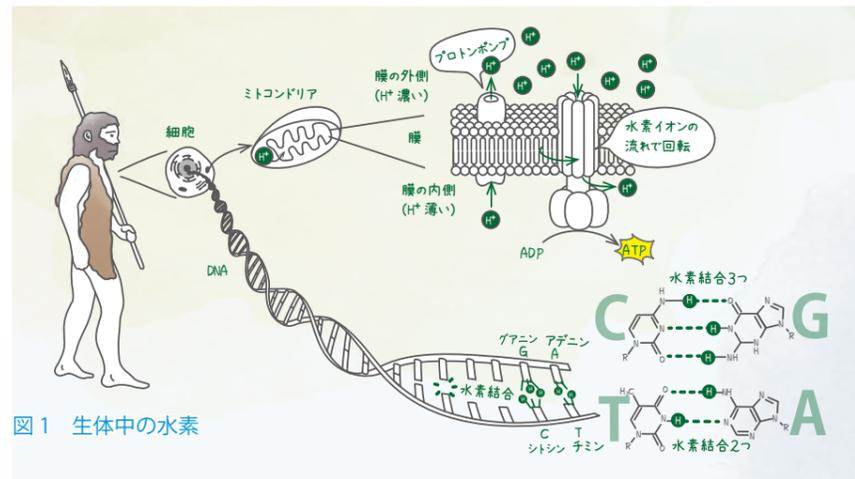

図1 生体中の水素
(A) とチミン (T)、グアニン (G) とシトシン (C) というペアの塩基同士が、水素を介した結合をしている（水素結合）。水素結合は共有結合に比べて弱い結合で、特定の相手と決まった方向にしか結合を作らない。したがって、塩基は必ず特定の相手同士と結合するし、方向がずれると結合が弱くなり簡単にほどける。この、水素結合の絶妙な「ゆるさ」が生命を支えている。また生命活動では水素イオン (H⁺) の存在も欠かせない。細胞の中は様々な細胞小器官が生体膜で仕切られており、膜を隔てた H⁺ 濃度勾配を利用している反応がいくつか存在する。代表的なものが ATP (アデノシン三リン酸) 合成酵素。ATP は生体内でのエネルギーの受け渡しをする「エネルギーの通貨」とも言われる物質で、細菌からヒトまで普遍的に使われている。H⁺ 濃度の膜の外側から H⁺ 濃度の低い膜の内側へ、H⁺ の流れにより ATP 合成酵素が回転し、ADP から ATP が合成される。そのため、膜の外側に H⁺ 濃度差を作り出す仕組み「プロトンポンプ」が備わっている (図1)。